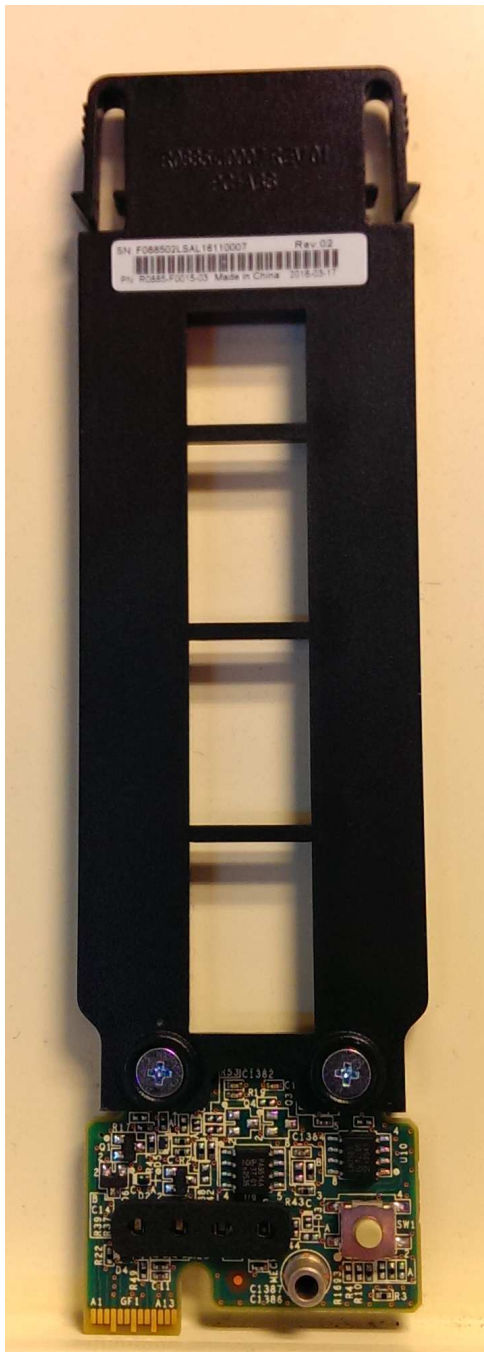

Figura 129. Montagem do painel de exibição
4. Puxe com cuidado o conjunto do painel de exibição, que é mostrado na Figura 129 na página 141, para fora do chassi.